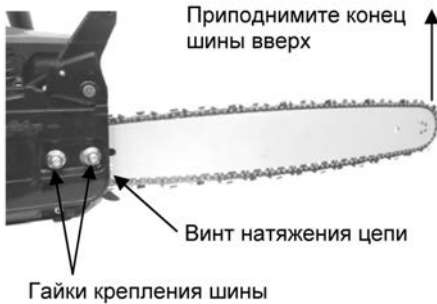

Рис. 5
1. Ослабьте гайку крепления шины (рис. 5).
2. Приподнимите передний конец шины вверх, и удерживая его, шлицевой отверткой комбинированного ключа крутите винт натяжения цепи по часовой стрелке до тех пор, пока цепь не будет плотно прилегать к нижней части шины (Рис.5). Затем возьмите цепь посередине шины с верхней части и приподнимите